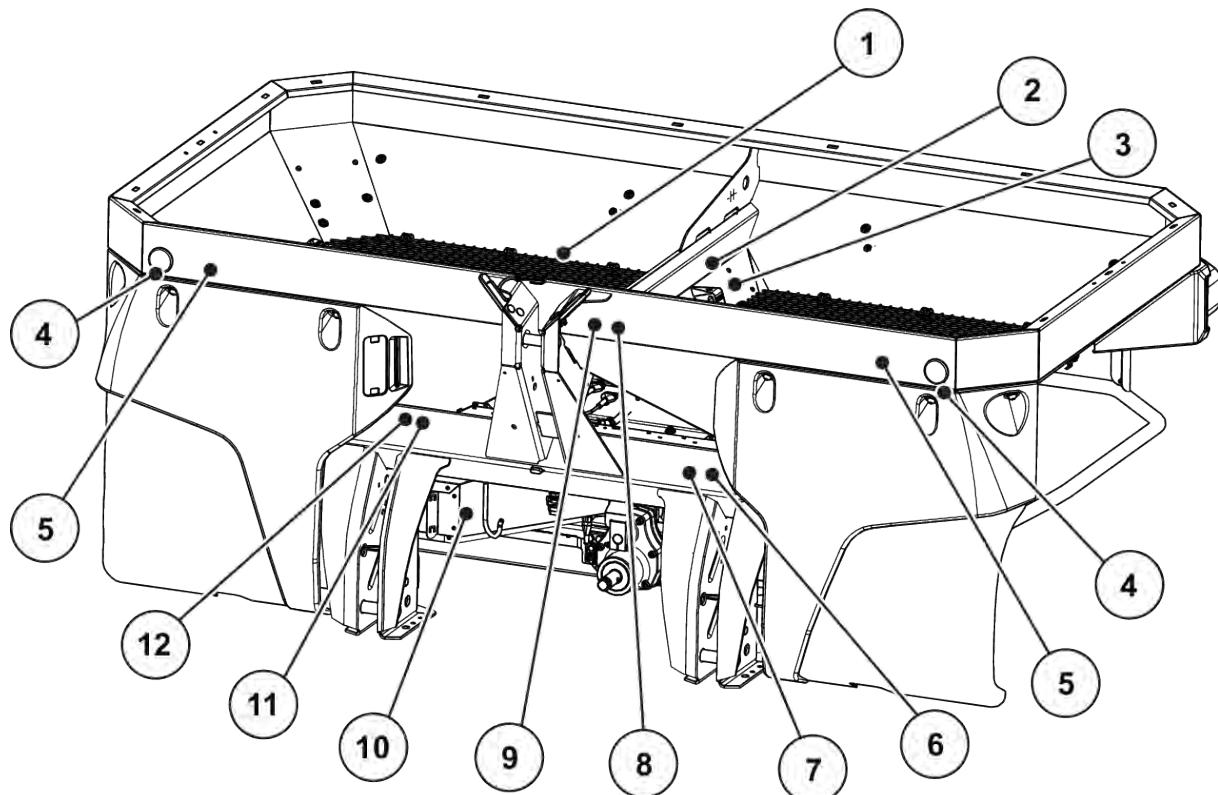

Fig. 2: Dispozitive de protecție, autocolante cu avertizări și instrucțiuni, partea din față
Mașina este echipată din fabrică cu sistem de lumini și cu indicatoare de poziție în partea din față, spate și în lateral (consultați Fig. 2 Dispozitive de protecție, autocolante cu avertizări și instrucțiuni, partea din față pentru montarea pe mașină).
- Dispozitive de protecție - a se vedea Fig. 2 *Dispozitive de protecție, autocolante cu avertizări și instrucțiuni, partea din față*